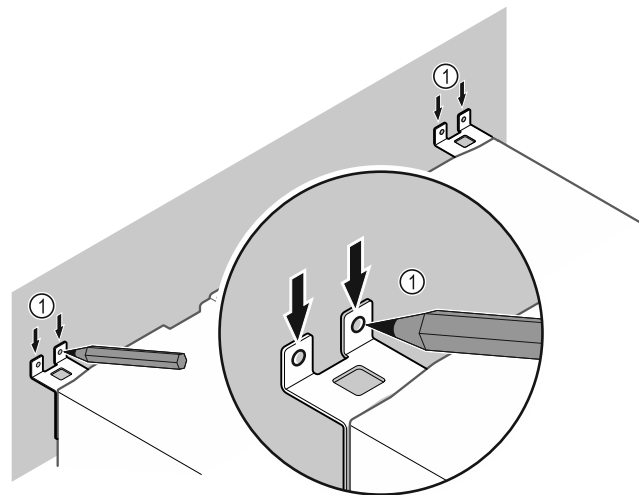

Fig. 13
- Tracer des repères sur le mur Fig. 13 (1).